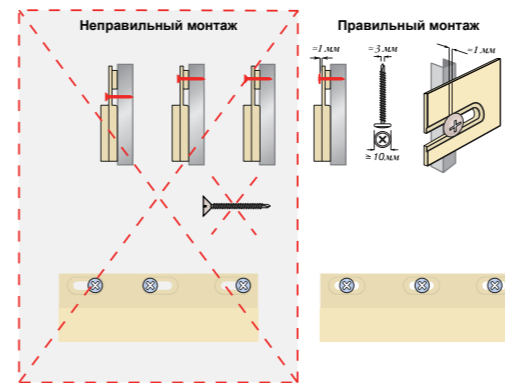

Рис. 2
- Установите нижнюю часть панели на стартовый профиль и закрепите её саморезами в гвоздевых отверстиях, руководствуясь рекомендациями (Рис. 2). Следующая панель устанавливается на стартовый профиль аналогично первой и заводится в первую панель до касания с термокомпенсаторами.
- ствуйся рекомендациями (Рис. 2). Последующие панели устанавливаются аналогично.
- Закрепите фасадный J-поофиль по аналогии с монтажом всех используемых элементов системы (Рис. 2). Для того, чтобы завести ганель в универсальный J-профиль. его достаточно отогнуть.